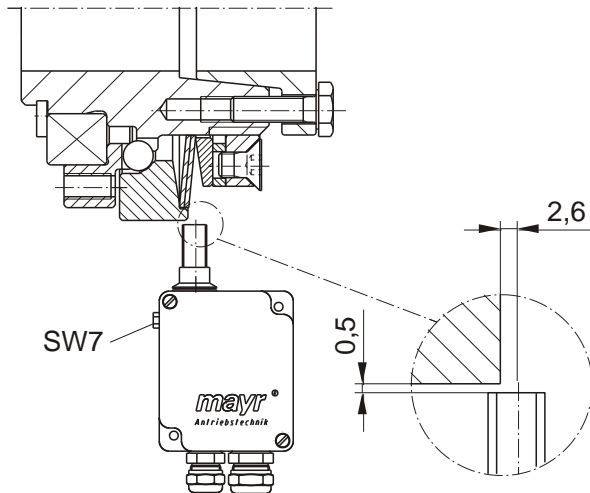

Fig. 13
Régler l'écart du commutateur pour le détecteur inductif comme indiqué à la fig. 13.
Il est possible de régler finement l'écart entre la pièce de commande (3) et le point de détection à l'aide de la vis à tête hexagonale SW7 (fig. 13).